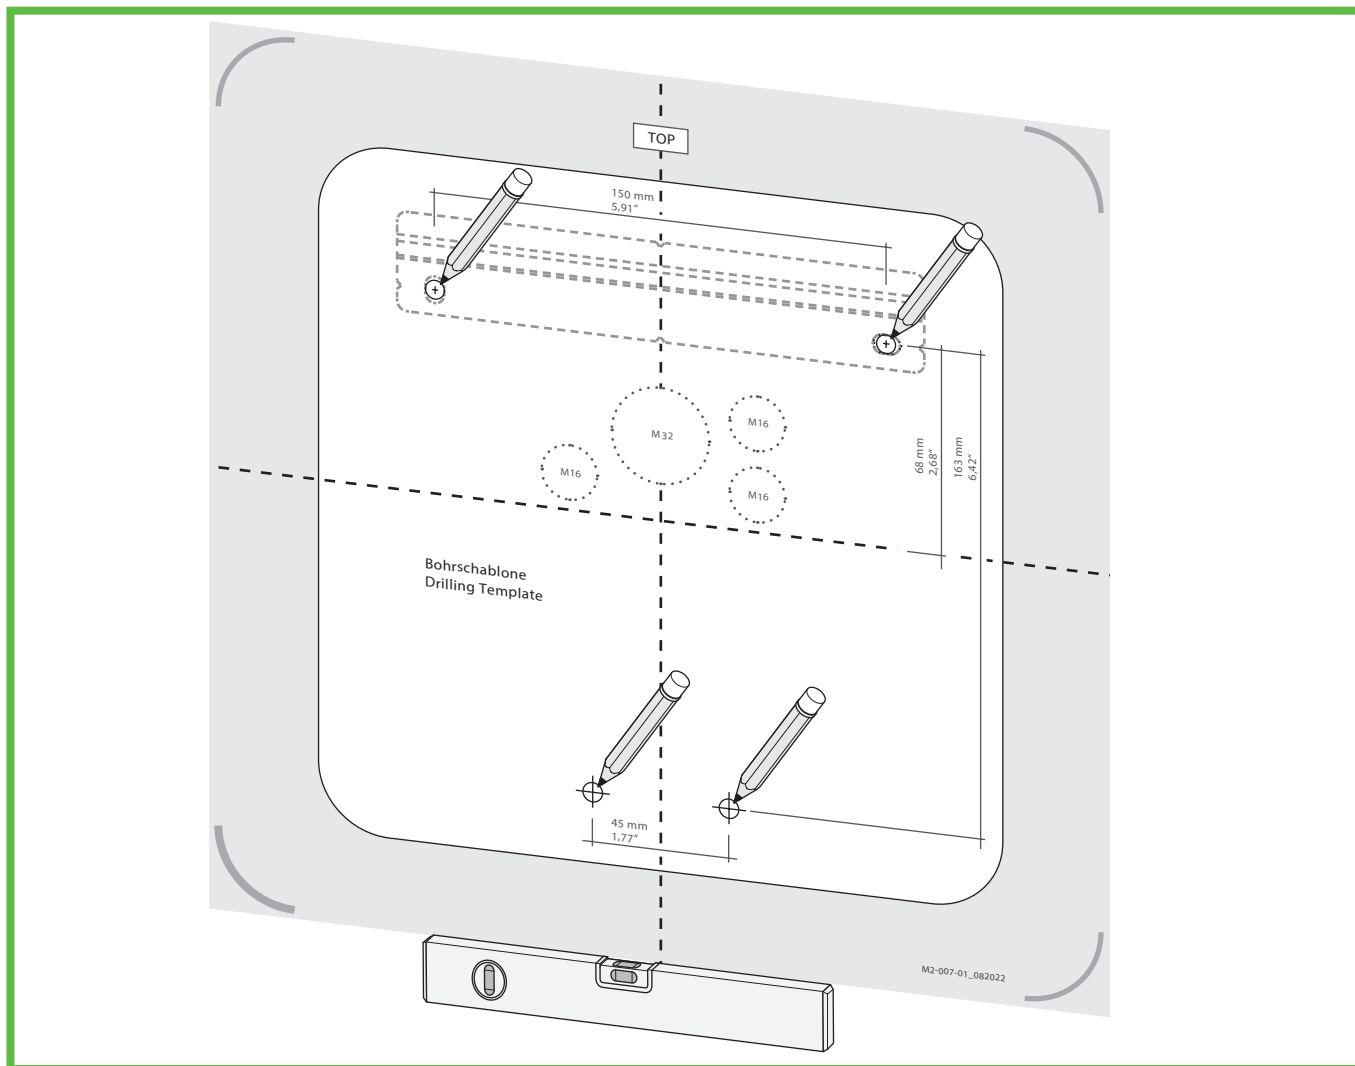

Abb. 7: Befestigungspunkte anzeichnen
- ▶ Markieren Sie die Befestigungspunkte der Montageschiene und Wallbox (Abb. 7).
- ▶ **Nur bei Leitungseinführung durch die Rückwand:** Markieren Sie die jeweiligen Kabeleinführungen der Wallbox (Abb. 7).